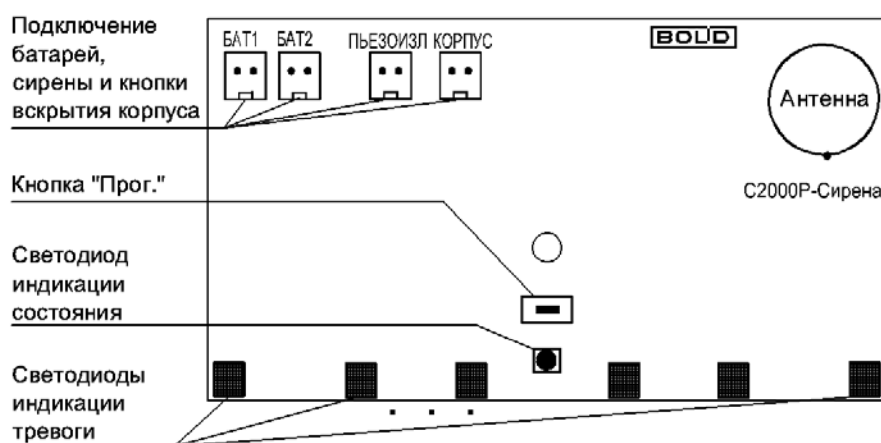

Рисунок 2.2 Расположение элементов на плате
На плате оповещателя располагаются органы управления прибором и разъёмы подключения (см. Рисунок 2.2):
Для подключения питания следует открыть корпус оповещателя и подключить разъёмы комплекта элементов питания к клеммам «БАТ1» и «БАТ2» на плате прибора, соблюдая полярность (см. Рисунок 2.2). Порядок подключения значения не имеет.
- Нажать кнопку «Прог.» на плате оповещателя (см. Рисунок 2.2) на время более 3 секунд.
Тест качества связи запускается посредством короткого нажатия на кнопку «Прог.» на плате прибора (см. Рисунок 2.2). Запуск процедуры может занимать до 2 секунд, при этом прибор осуществляет анализ радиоэфира и регистрацию на оптимальном ПКП или ретрансляторе.
- Отключите все источники питания и нажмите кнопку «Прог.» на плате устройства (см. Рисунок 2.2) до полной разрядки конденсаторов (5-10 с);